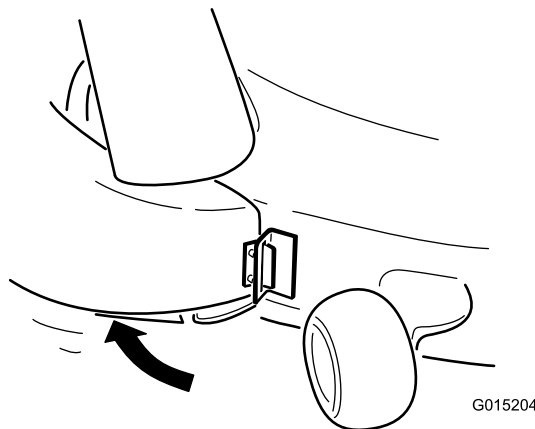

Bild 25
2. Drehen Sie den Auswurfkanal nach hinten zum Mähwerk, sodass der Auswurfkanal mit dem Mähwerkgehäuse bündig ist (Bild 25).